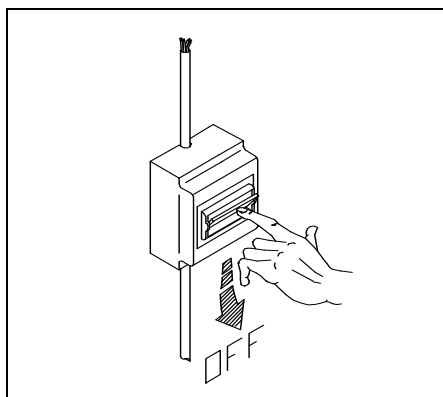

Fig. 5-1
N.B.: Prima di qualsiasi intervento tecnico, scollegare l'apparecchio dalla rete elettrica. (fig. 5-1)
N.B.: Before any technical service, disconnect the machine from the mains. (fig. 5-1)
N.B.: Vor jedem kundendienst die machine vom stromnetz ausschalten. (fig. 5-1)
N.B.: Avant de toute intervention, débrancher l'appareil de l'électricité. (fig. 5-1)
N.B.: Desconecte siempre el aparato de la red antes de cualquier operación de arreglo. (fig. 5-1)
N.B.: Antes de qualquer intervento tecnico, desligar a máquina da rede eléctrica. (fig. 5-1)
N.B.: Alvorens technische ingrepen aan het apparaat uit te voeren moet het apparaat van het elektriciteitsnetafgekoppeld worden. (Afb. 5-1)